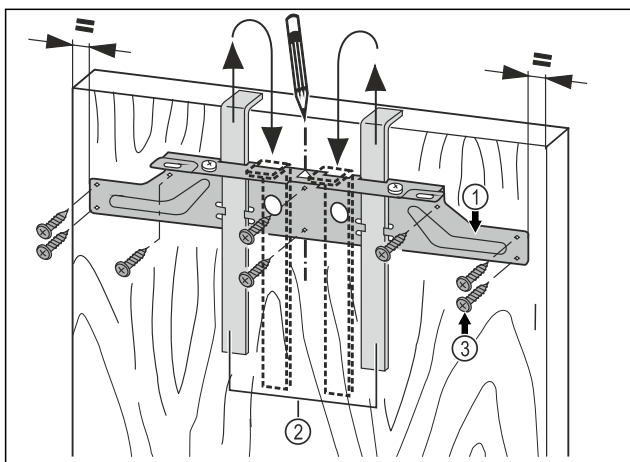

Fig. 45
- ▶ Objesite pričvrtnu poprečnu letvicu Fig. 45 (1) s pomoću montažnih pomagala Fig. 45 (2) na unutarnju stranu vrata namještaja.
- ▶ Poravnajte pričvrtnu poprečnu letvicu Fig. 45 (1) u sredini na vratima.
- ▶ Pričvrstite pričvrtnu poprečnu letvicu Fig. 45 (1) s pomoću najmanje 6 vijaka Fig. 45 (3).
- ▶ Pričvrstite pričvrtnu poprečnu letvicu Fig. 45 (1) s pomoću 4 vijaka Fig. 45 (3) na rubu.
- ▶ Izvucite montažna pomagala Fig. 45 (2) prema gore i utaknite ih okrenute u susjedne prihvatne otvore.